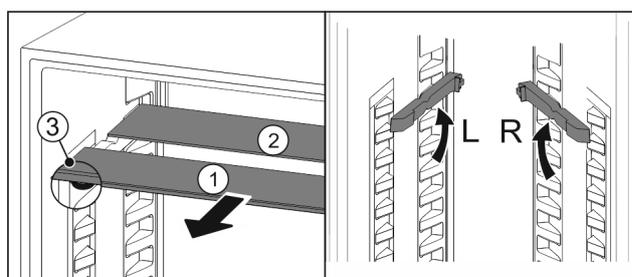

Fig. 84
- ▶ estrarre i ripiani di vetro singolarmente tirando in avanti Fig. 84 (1).
- ▷ Il piano in vetro Fig. 84 (1) con il motivo ornamentale è nella parte anteriore.
- ▷ I fermi Fig. 84 (3) sono rivolti verso il basso.